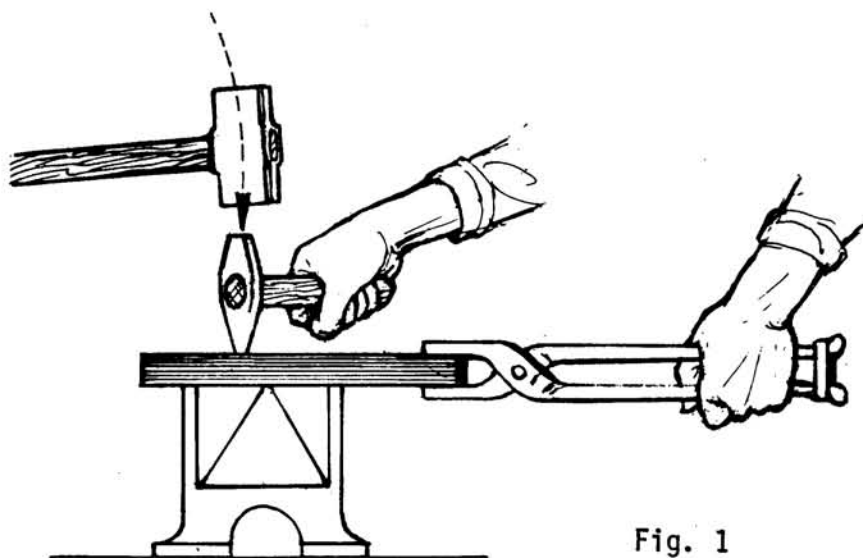

Fig. 1
- b Apoye el material en el medio del yunque y luego coloque el punzón sobre la marca efectuada (fig. 1).